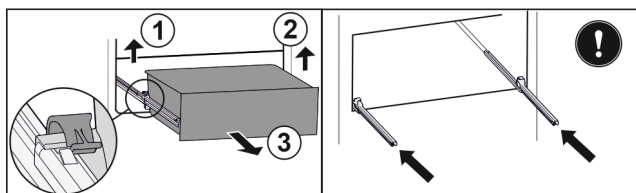

Fig. 86
- ▶ 提起左侧夹子，同时将抽屉左侧向前拉。 Fig. 86 (1)
- ▶ 提起右侧夹子，同时将抽屉右侧向前拉。 Fig. 86 (2)
- ▶ 朝前取出抽屉。 Fig. 86 (3)